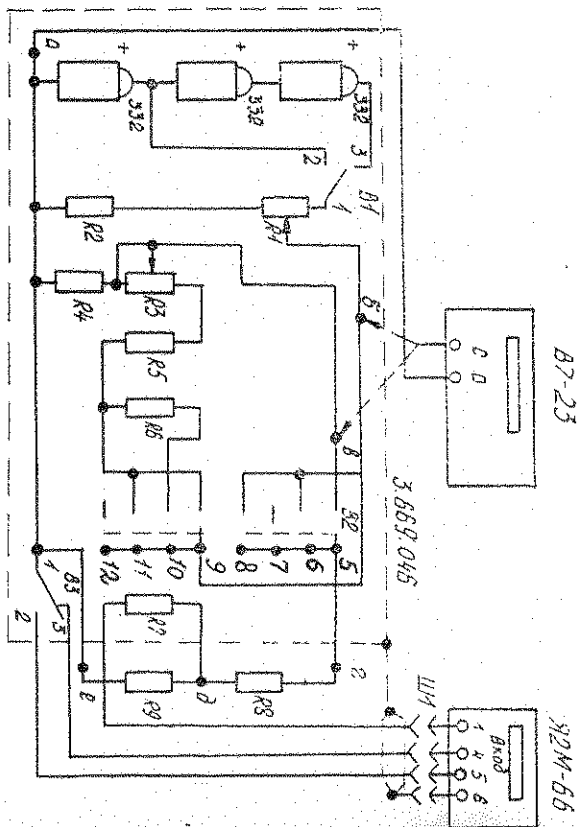

Рис. 6. Схема электрическая соединений приборов при определении погрешности и пределов измерения приборов
11.3.4. Определение погрешности прибора Я2М-66 производится путем сравнения показаний прибора с условным значением напряжения постоянного тока, приложенным ко входу прибора. Электрическая схема соединений приборов приведена на рис. 6. Пунктиром обозначена схема присоединительного устройства 3.669.046 из поверочного комплекта 4.068.846, поставленного для поверочных органов.